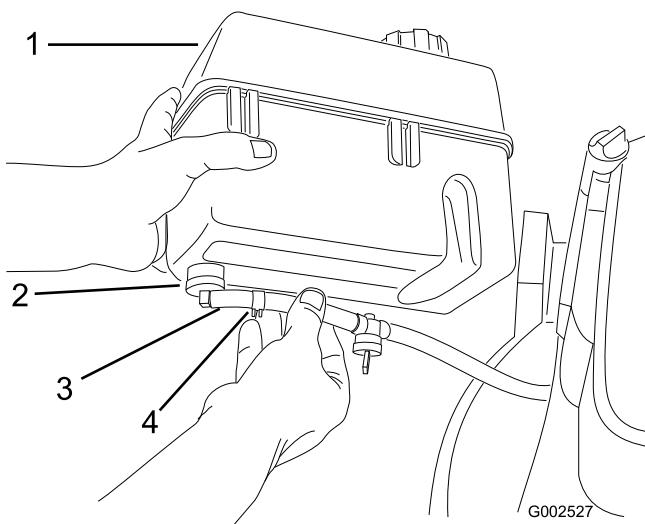

Bild 4
2. Befestigen Sie die Kraftstoffleitung dort mit der Kraftstoffleitungsschelle (Bild 4).